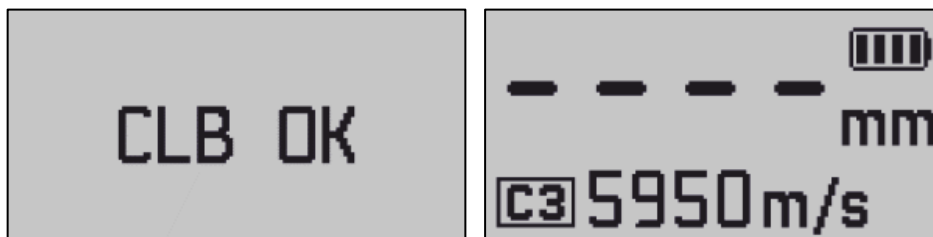

Рисунок 11
2.3.6.4 При успешной калибровке на экране кратковременно появится соответствующее сообщение, и прибор перейдет в режим измерений (рисунок 11).